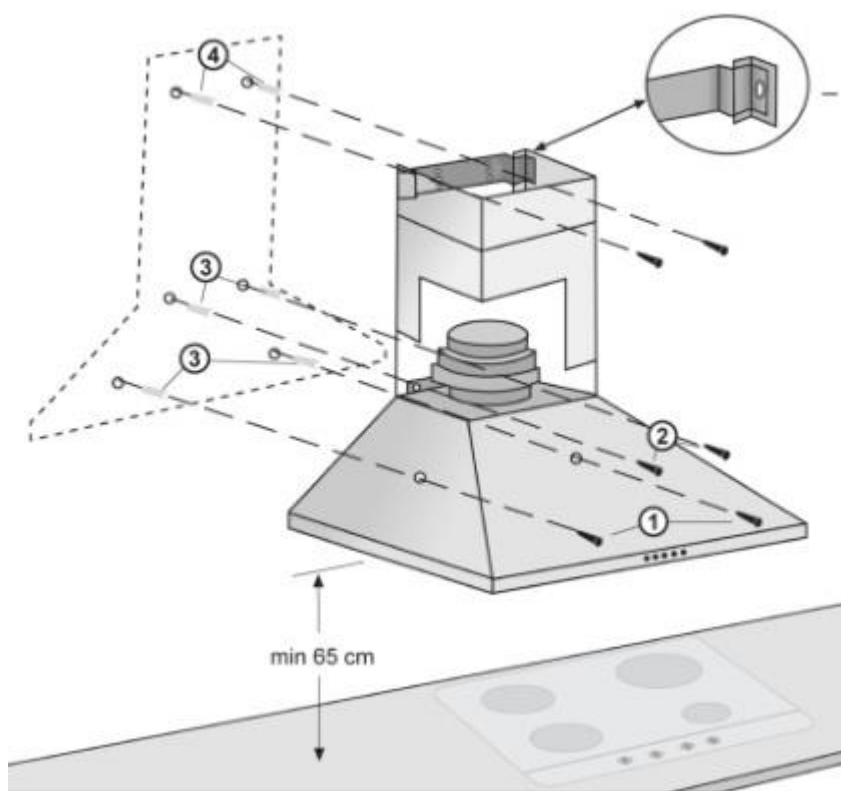

Рис.4
- 6.4 Проведіть розмітку кріпильних отворів корпусу на стіні кухні. Для цього виготовте паперовий шаблон з координатами **4-х** отворів на задній стінці корпусу; прикладіть шаблон до стіни на необхідній висоті, що вказана вище, і вирівняйте його по рівню (**рис.4**).
- 6.10 Установіть телескопічний коминак на корпусі витяжки. Підніміть верхню панель коминка з планкою під стелю, щоб він закривав повітровід вентиляції, і розмітьте по пазам планки **2 отвори** під кріплення (**т. 4**) **рис.4**.
6.14 Установіть зовнішню панель коминка в пази на корпусі витяжки, а внутрішню – підніміть вгору до суміщення отворів кріплення з планкою і з'єднайте їх з боків **2-ма шурупами ПКГ 2,9х9,5** (рис.4).